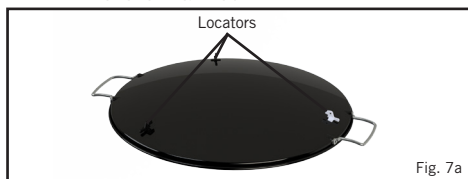

Fig. 7a
- Legg brennerfatet (F) på stamme og trefot.
- Til forberedelse av Skottel Braai til bruk plasseres den på brennerfatet (F) så alle tre posisjonspalr (V) (fig. 7a) passer til kanten på brennerfatet (F) og således sikrer stabilitet.